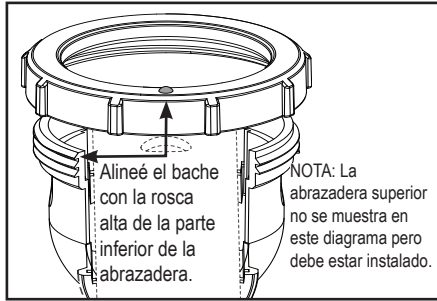

Figura 13. Alineación del anillo asegurador
13. Coloque el anillo en la alineación adecuada, asegurándose de que la protuberancia se alinee con el enroscado superior de la abrazadera (ver Figura 13).